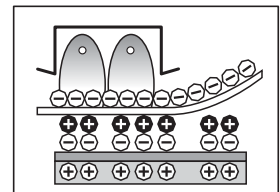

図 4
- (4)この黒い粉を、より強い静電気(-)の力を使い、版画のように白い紙のほうへ移します。これを『転写』といいます。(図4)